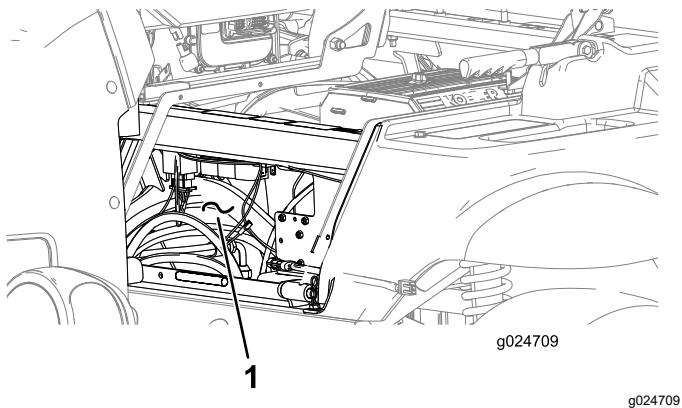

Bild 5
1. Verlegen Sie den Kabelbaum durch die Vorderseite der Sitzabdeckung (Bild 5).